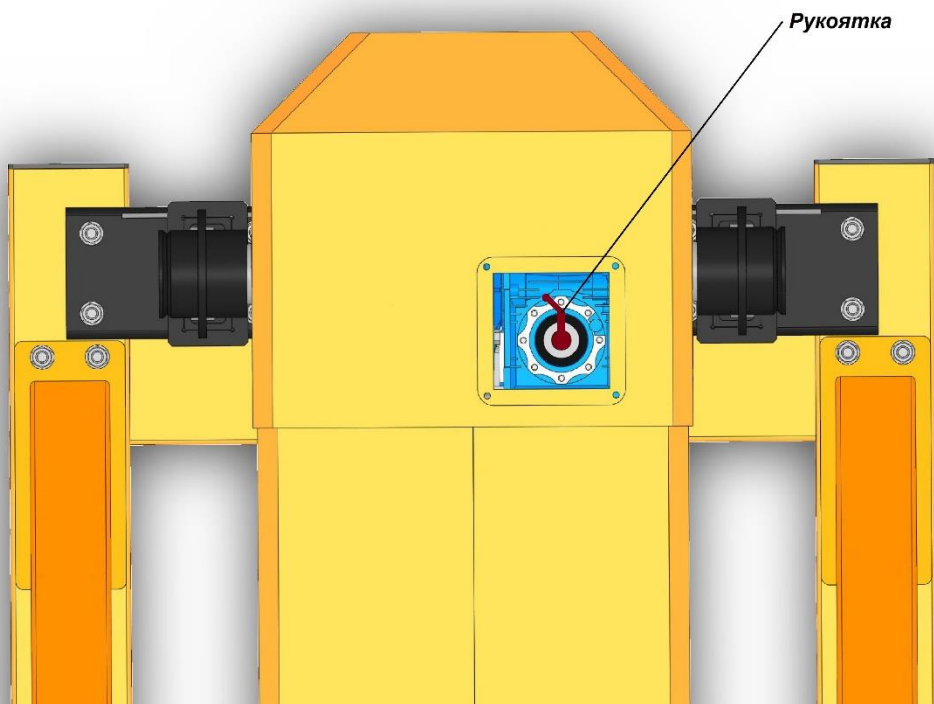

Рисунок 18
- Снять задний люк в кожухе, для чего открутить болты М8 см. Рис.18).